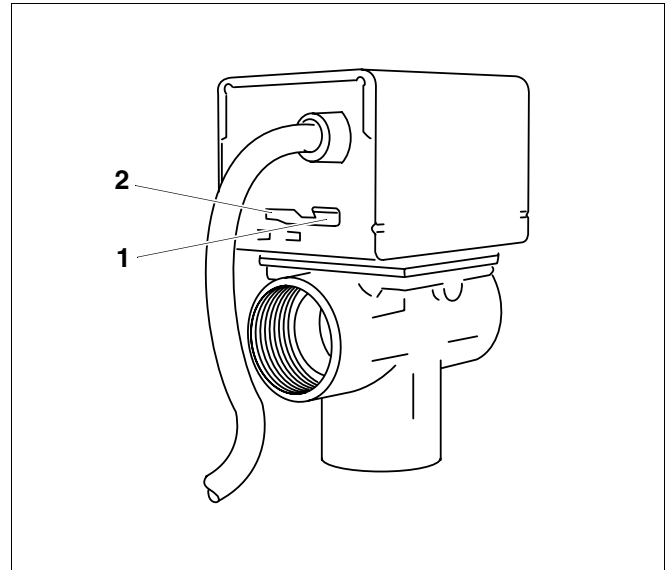

Fig. 5 Válvula motorizada de 3 vías, palanca de ajuste "AUTO/MAN"
En la posición "MAN" (fig. 5, **pos. 1**), el balancín de válvula se encuentra en posición central. Con esto se produce una corriente homogénea del fluido hacia las dos conexiones de descarga A y B. Al conectar la válvula, el accionamiento devuelve la palanca de ajuste a la posición "AUTO" (fig. 5, **pos. 2**).